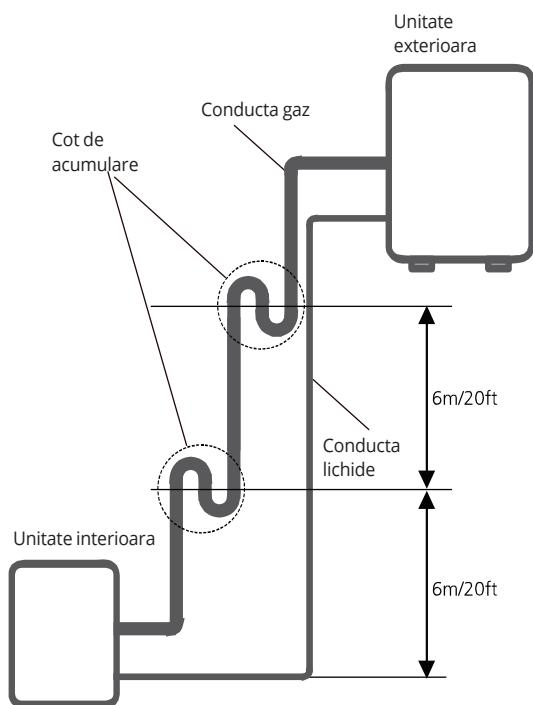

Fig. 6.2
Instalati conducta respectand instructiunile din fig. 6.2
- Se recomanda ca aspiratoarele sa nu fie montate invers. Nivelul optim de return al uleiului trebuie mentinut cu ajutorul vitezei de aspirare a gazului. Daca vitezele scad sub 7.62m/s (1500 picioare/m), returnul va scadea. Instalati coturile la fiecare 6m (20 picioare) (Vezi Fig 6.2)